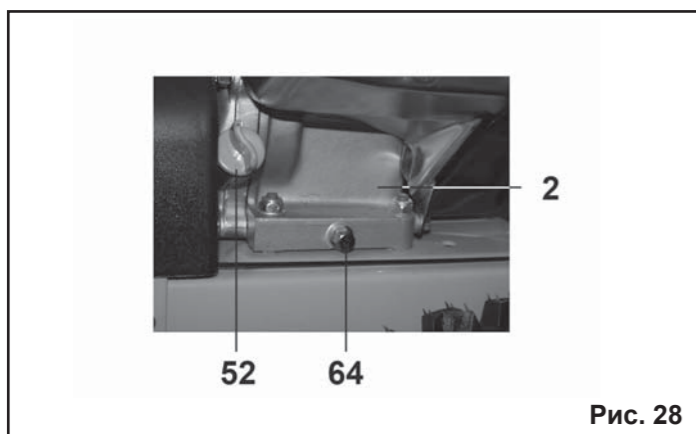

Рис. 28
9.3. Замена масла в двигателе (Рис.28).